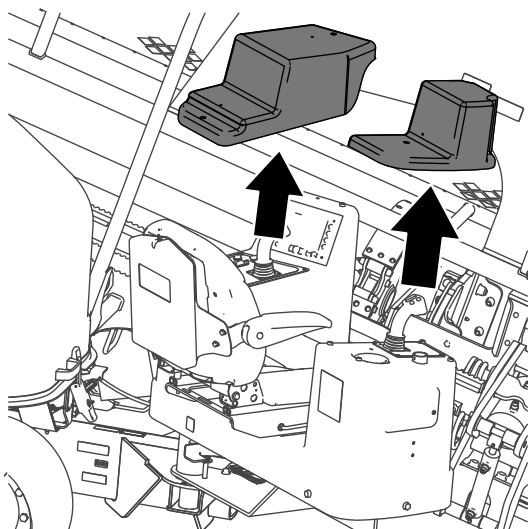

Рисунок 40
3. Ослабьте 4 винта крепления крышек пультов оператора и снимите крышки (Рисунок 40).